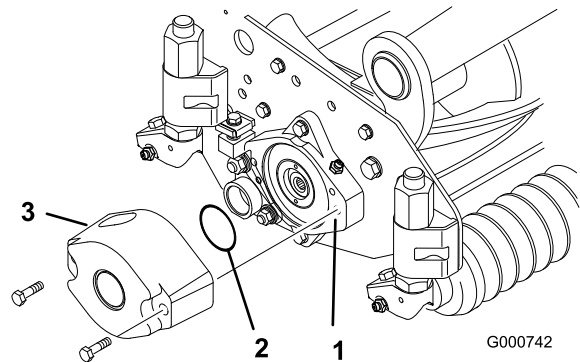

Figura 15
3. Lubrique e instale una junta tórica grande en la ranura del alojamiento del cojinete de cada extremo de la unidad de corte (Figura 15 y Figura 18).
4. Instale un contrapeso en el extremo correspondiente de cada unidad de corte con los tornillos de caperuza suministrados (Figura 15).